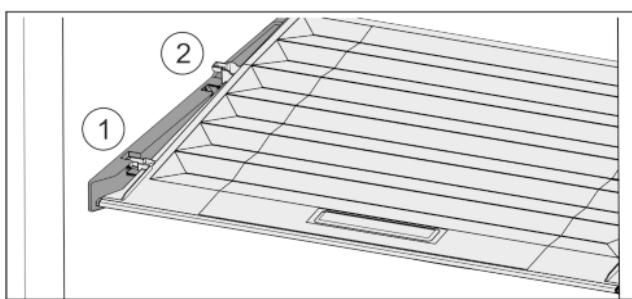

Fig. 26
- Потянуть крышку до отверстия в поддерживающих деталях вперед *Fig. 26 (1)*.
- Поднять сзади снизу и извлечь *Fig. 26 (2)* движением верх.